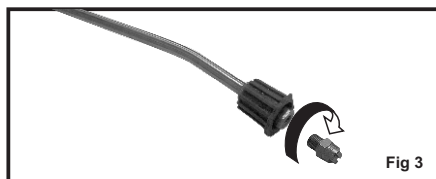
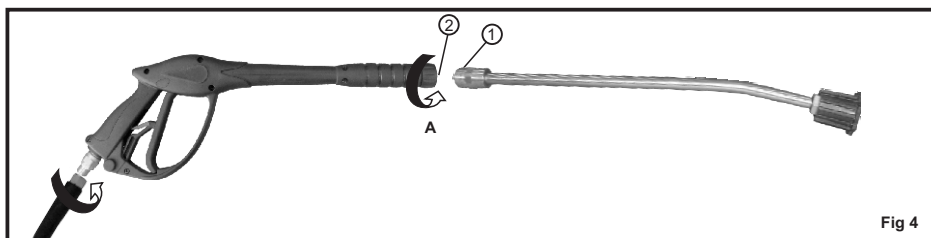

Fig 3
Fig 4
Antes de utilizar a lavadora de alta pressão enrosque o conjunto do bico na lança (fig.3). Para montar a lança na pistola, é suficiente introduzir a extremidade rosqueada da lança (fig. 4 pos. 1) no orifício existente na pistola (fig. 4 pos. 2)